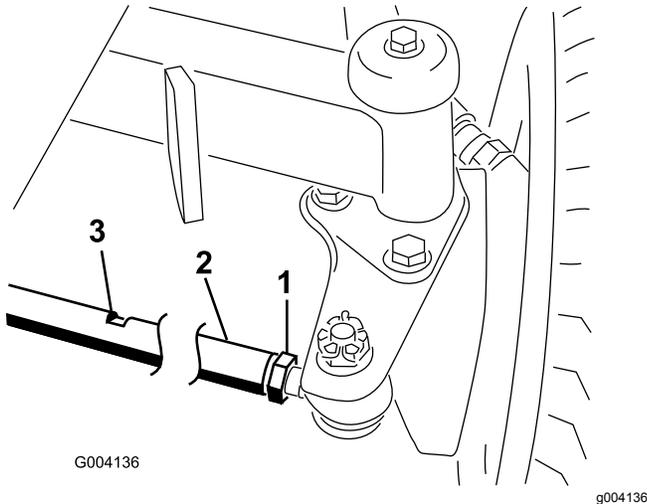

Figura 90
2. Allentate il controdado da ciascun lato del tirante (Figura 90).